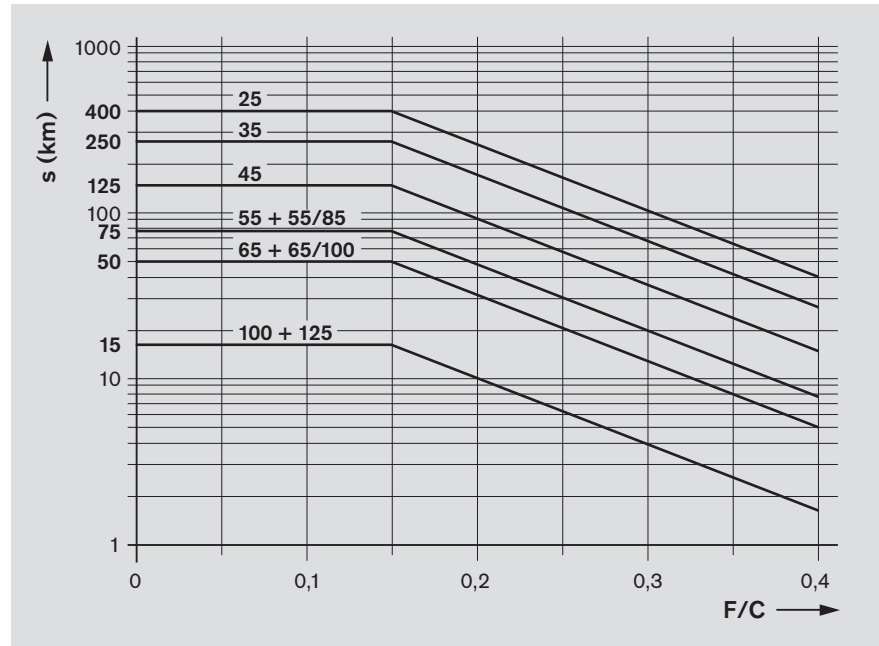

图 15
- 当达到补充润滑周期(图 15)时，在润滑接口上注入表 12 中的最小润滑量。
润滑节拍可以用补充润滑周期(按图15)除以脉冲数来计算获得。
- 当达到补充润滑周期(图 15)时，在每个润滑接口上注入表 13 中的最小润滑量。为此需要用到以在补充润滑(正常行程)中同样的方法算出的脉冲次数和润滑节拍。